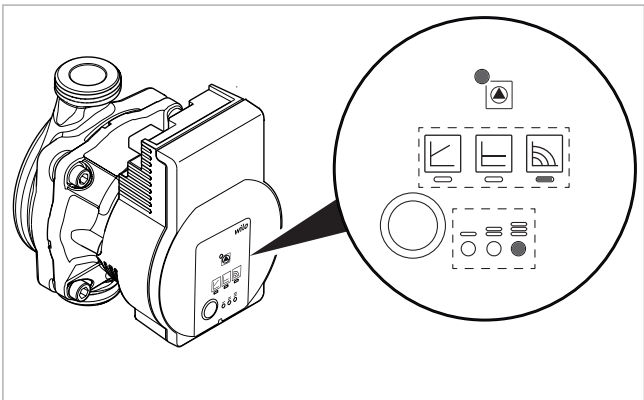

Fig. 123: Configuración básica (revoluciones constantes, curva característica III)
** Con la 9.ª pulsación del botón se vuelve a la configuración básica (revoluciones constantes/curva característica III, véase → fig. 123).